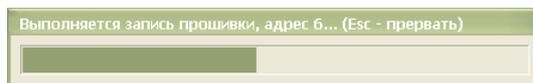

Рисунок 20 - Запись «прошивки»
6) Начнется процесс записи встроенной программы в блок, который может занять несколько секунд (рисунок 20).